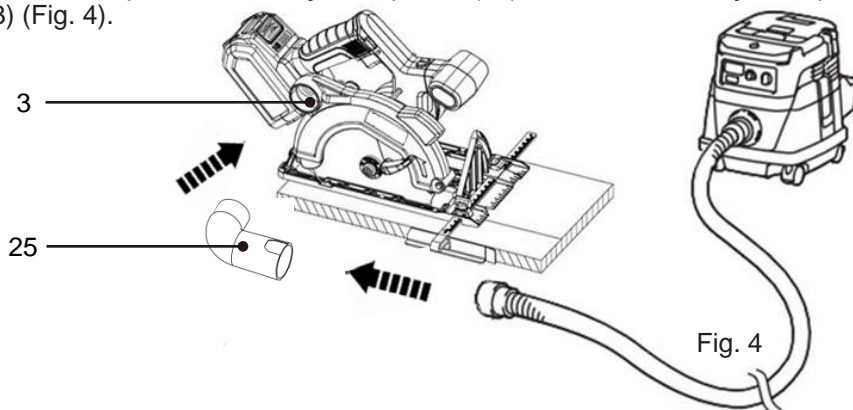

Fig. 4
2. Conecte a mangueira do aspirador ao adaptador de extração de poeira (25) e insira o adaptador de extração de poeira (25) na saída de extração de poeira (3) (Fig. 4).